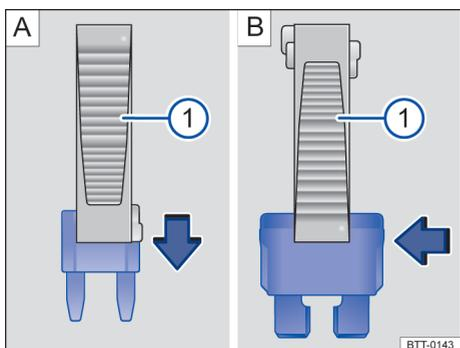

Fig. 145 Remover ou instalar um fusível com a garra da pinça de plástico ①.
- Se necessário, retirar a pinça de plástico → Fig. 145 ① do suporte. O suporte se encontra na parte traseira da caixa de fusíveis perto da tomada de conexão para diagnóstico.
- Em caso de *fusíveis pequenos*, encaixar a garra ① por cima → Fig. 145 A.
- Em caso de *fusíveis maiores*, empurrar a garra ① lateralmente sobre o fusível → Fig. 145 B.